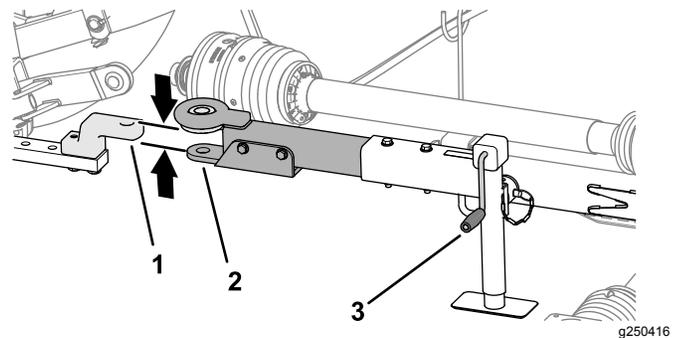

Figura 28
1. Utilize a pega do macaco para levantar ou baixar a barra de reboque e alinhe a barra de reboque com a lanç a de traç o ou com o engate pintle (**Figura 28**).
3. Alinhe a lanç a de traç o ou o engate pintle do ve culo de reboque com a barra de reboque do cortador (**Figura 28**).